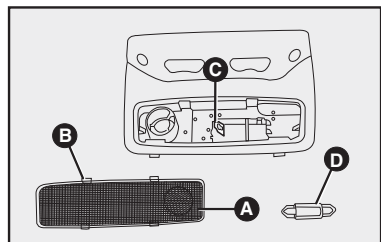

fig. 68
- saque la lente **A-fig. 68** empujando las trabas **B** y sustituya la lámpara **D**, recolocando la nueva lámpara en el alojamiento **C**;